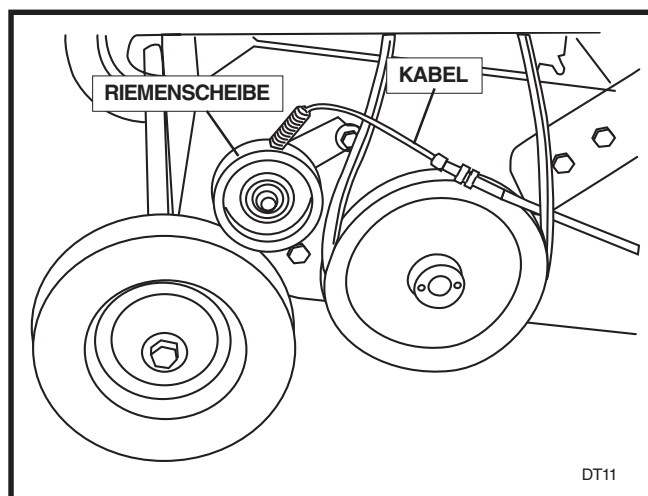

ABBILDUNG 4
15. Nehmen Sie den Riemenschutz ab. Nehmen Sie das Kabel durch Entfernen der Riemenscheibe ab. Siehe Abbildung 4. Befestigen Sie das neue Kabel und bringen Sie die Riemenscheibe wieder an. Heben Sie das alte Kabel auf; Sie können es wiederverwenden, wenn die Fangsackvorrichtung nicht benutzt wird.